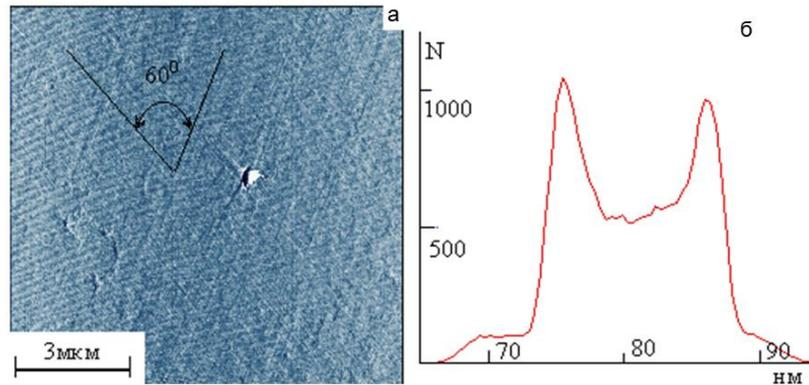

Рис. 8. АСМ изображение (а) и гистограмма распределения высоты (б) поверхности (111) монокристаллической пленки Au
8. На рис. 8 приведены АСМ-скан и гистограмма распределения высот рельефа поверхности монокристаллической пленки золота. Опишите возможные причины возникновения аномального (двухмодального) распределения высоты рельефа.